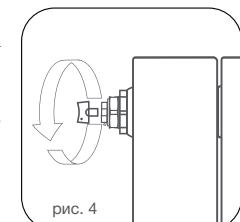

рис. 4
- 8.4. Для удаления воздуха из радиатора в верхний коллектор обязательна установка крана Маевского\* или автоматического воздухоотводчика. Для удаления воздуха через кран Маевского необходимо периодически (несколько раз в год) вручную сливать его с помощью специального ключа\* (рис. 4).